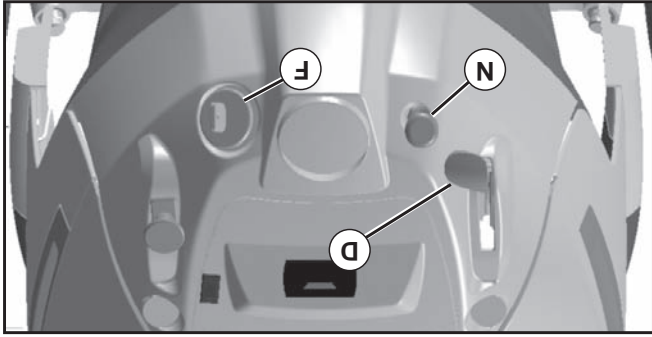

Fig. 6
PARA USAR EL CONTROL DE LA ACCELERACIÓN (D) (Vea Fig. 6)
PARA USAR EL CONTROL DE ESTRANGULACIÓN (N) (Vea Fig. 6)